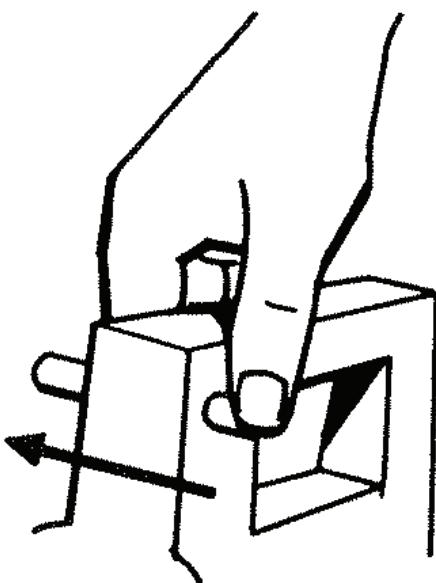

Fig 2
1. Assurez-vous que la gâchette est verrouillée en poussant le bouton de verrouillage à l'avant de la gâchette vers la droite (voir fig. 2). Ceci évitera le pompage accidentel d'insecticide dans la bobine.